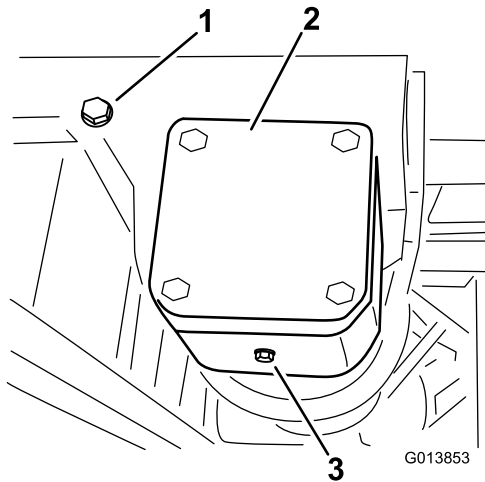

図 68
2. ドレン・プラグの下にオイルを受ける容器をおく(図 68)。
3. 補給口プラグとドレン・プラグを取り(図 68)、排出されるオイルを容器で回収する。